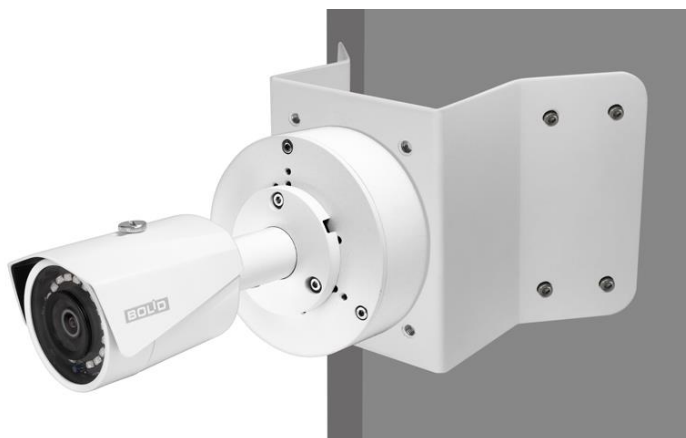

Рисунок 5.10 – Монтаж видеокамеры и монтажной коробки BR-204 на угловом кронштейне BR-102
4. С помощью анкерных болтов из комплекта поставки закрепите угловой кронштейн с видеокамерой на установочной поверхности (Рисунок 5.10).